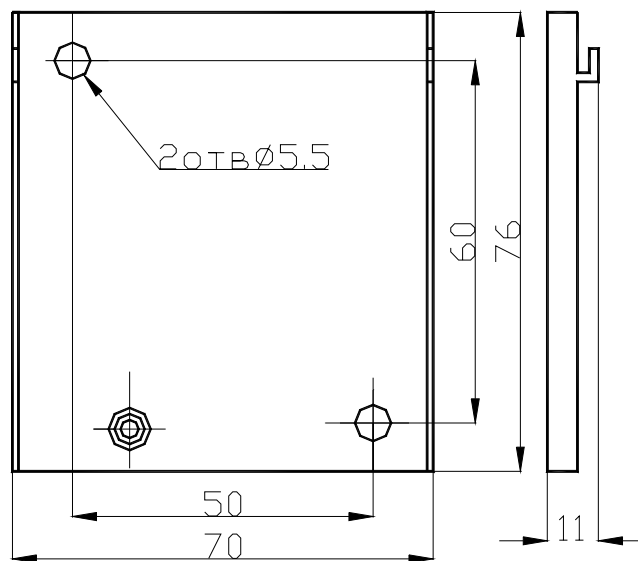

Рис.1 Общий вид извещателя
3.1 Общий вид извещателя приведен на рис. 1 приложения.
3.2 В соответствии с рис. 1 приложения в состав блоков входят: